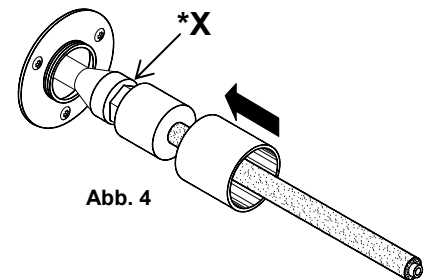
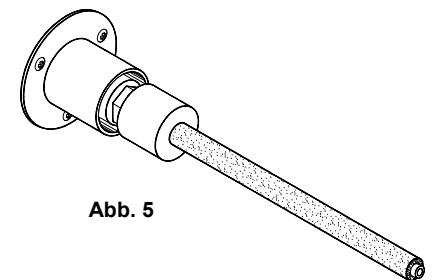

Abb. 4
Abb. 5
6. Während dieses Probe-Nebelbetriebs ist darauf zu achten, **ob die Anschlussstelle (*X in Abb. 4) der Düse an das Gerät dampfdicht ist**, also ob dort kein Nebel austritt.
Ist die Verbindung zum Gerät dicht, sollte das **Düsenschutzrohr vorsichtig über die Düse** geführt und wieder an seiner ursprünglichen Befestigungsstelle verschraubt werden (Abb. 4, Schutzhandschuh verwenden!). Auf diese Weise wird sichergestellt, dass auch das ungeschützte blanke, sechskantige Anschlussstück nicht ungewollt berührt werden kann. (Abb. 5)